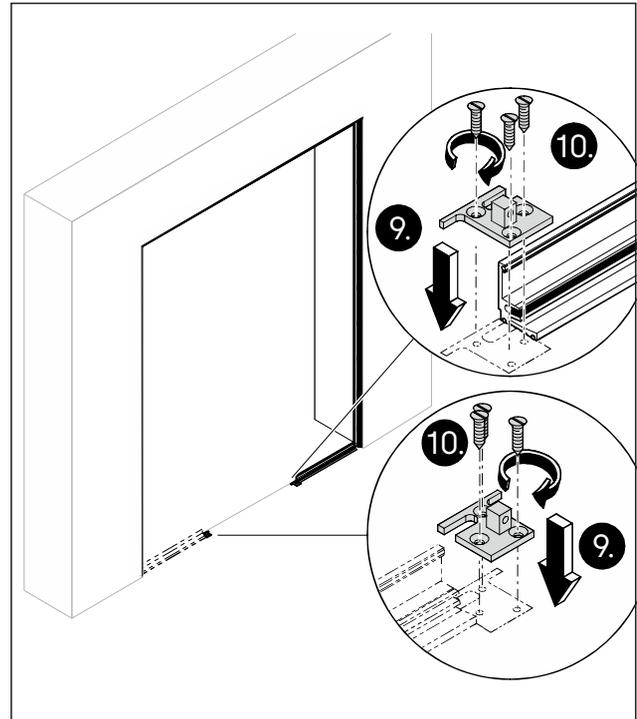

Abb. 21 Beispiel für das Anbringen der Zargenpositionierer an ein Aufnahmeprofil aus Sicht der Bandseite
9. Die Zargenpositionierer ausrichten (Abb. 21).